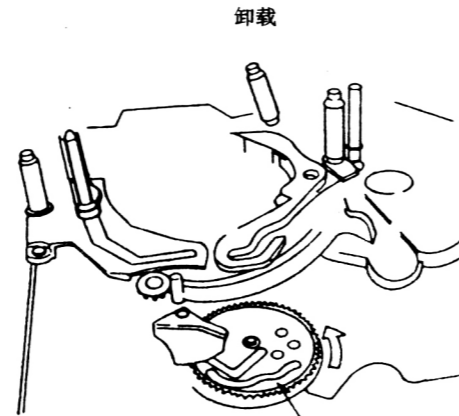
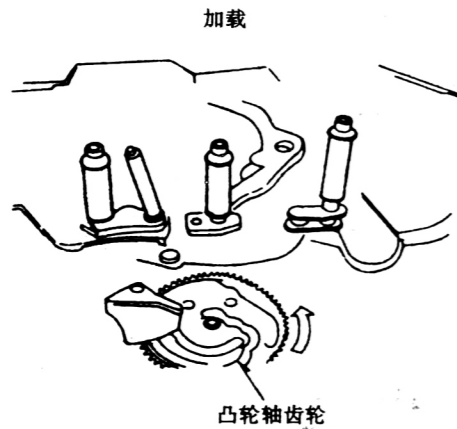

图 1-3-33
图 1-3-34
2. 当安装好 T 轨片后, 按反时针方向旋转凸轮轴齿轮, 并将滚动轴装入调整到停止位置, 如图 1-3-33 和图 1-3-34 所示。